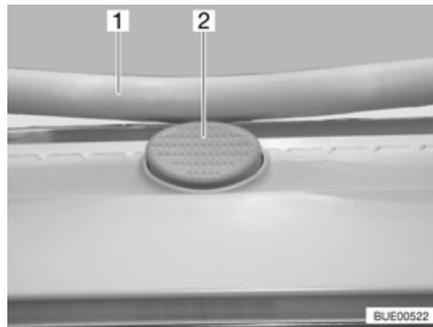

Bild 107 Sicherungsknopf an der Heki-Dachhaube
- Den Sicherungsknopf (Bild 107,2) drücken und den Bügel (Bild 107,1) mit beiden Händen nach unten ziehen.
- Den Bügel mit beiden Händen nach oben drücken, bis der Bügel oberhalb des Sicherungsknopfes (Bild 107,2) liegt.